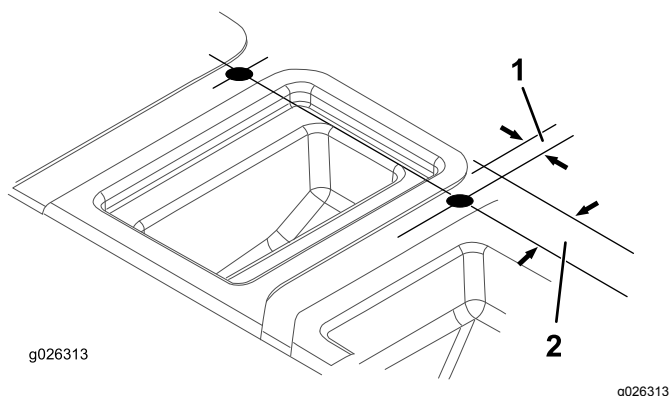

Figure 10
7. En vous aidant des dimensions indiquées à la Figure 10, localisez, repérez et percez 2 trous au sommet du carénage de siège.